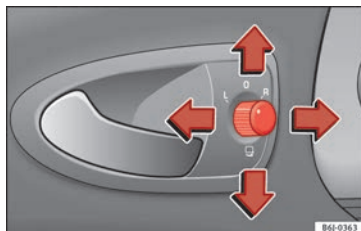

Fig. 139 Commande des rétroviseurs extérieurs.
1. Tournez le bouton rotatif » **fig. 139** en position **L (rétroviseur extérieur gauche)**.
- Tournez le bouton rotatif » fig. 139 en position  pour rabattre les rétroviseurs extérieurs. Pour éviter tout dégât, il est conseillé de toujours rabattre les rétroviseurs extérieurs lorsque vous passez dans une installation de lavage automatique.